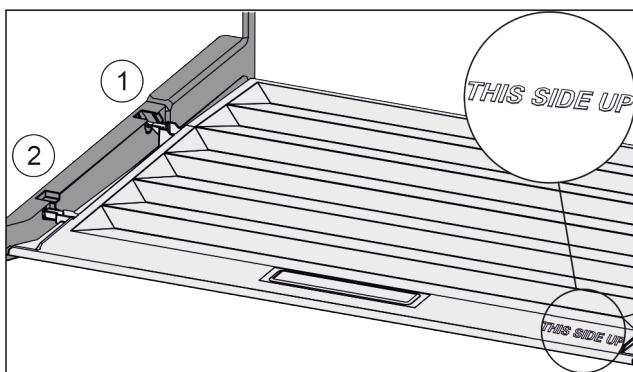

Fig. 79
- Вставить поперечные ребра крышки через отверстие заднего держателя Fig. 79 (1) и защелкнуть спереди в держателе Fig. 79 (2).